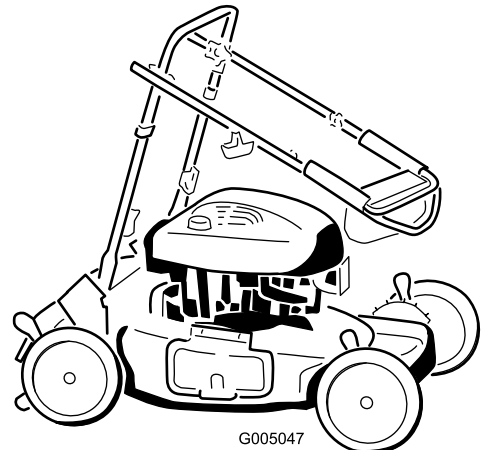

Figura 43
3. Pliegue hacia adelante la sección superior del manillar (ver Figura 43).